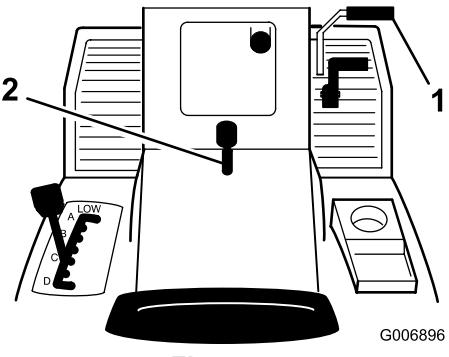

Figura 5
1. Pise a fondo el pedal de freno (Figura 5) y manténgalo en esa posición.
2. Levante la palanca del freno de estacionamiento (Figura 5) y levante poco a poco el pie del pedal de freno.
1. Pise el pedal del freno (Figura 5).